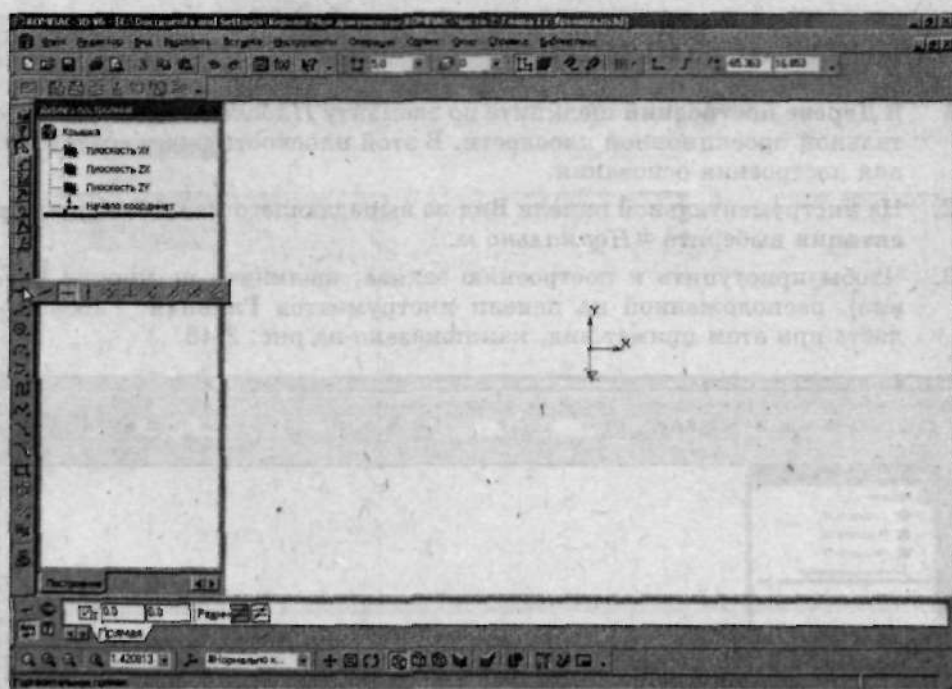
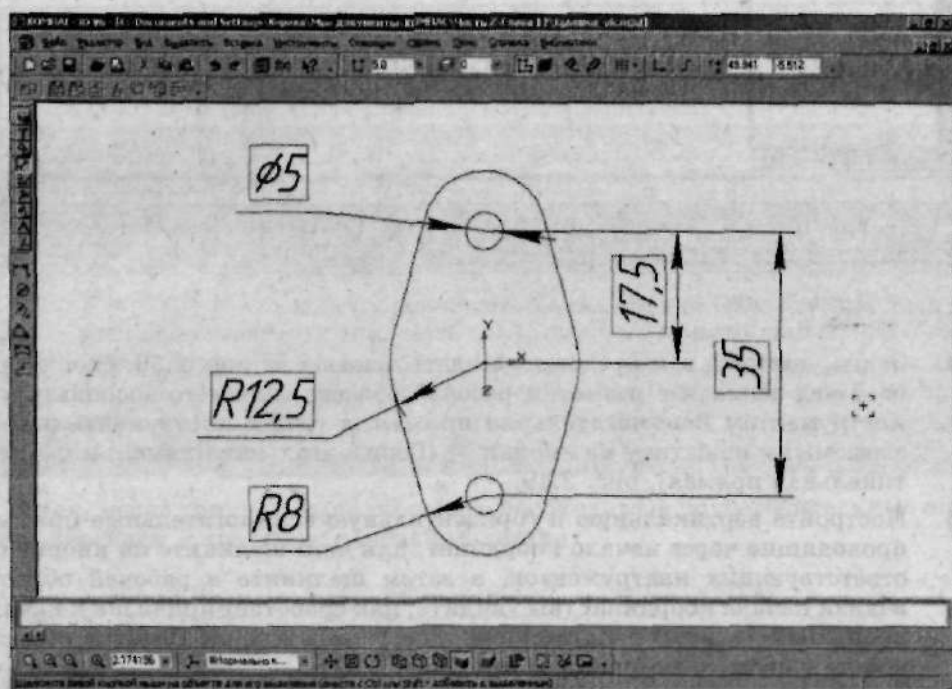

Рис. 2.49. Инструменты Горизонтальная прямая и Вертикальная прямая расположены на панели инструментов Геометрия
Рис. 2.50. Эскиз для создания основания детали Крышка
4. Эскиз, который вам предстоит создать показан на рис. 2.50. Начнем работу над эскизом с разметки рабочей области, для чего воспользуемся инструментом **Вспомогательная прямая**, а точнее инструментами, вызываемыми нажатием на кнопки  (Горизонтальная прямая) и  (Вертикальная прямая), рис. 2.49.